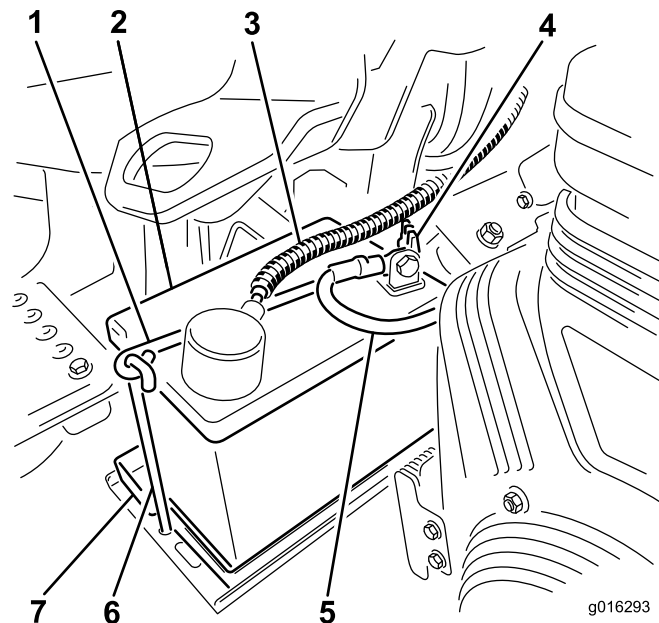

図8
- バッテリートレイの上にバッテリーを置き、先ほど取り外したクランプと固定具で固定する(図8)。
- 赤いプラス(+)ケーブルをバッテリーのプラス(+)端子に、黒いマイナス(-)ケーブルはバッテリーのマイナス(-)端子にはめ、ボルトとナットで固定する(図8)。ショート防止のために(+)端子にゴムキャップをかぶせる。